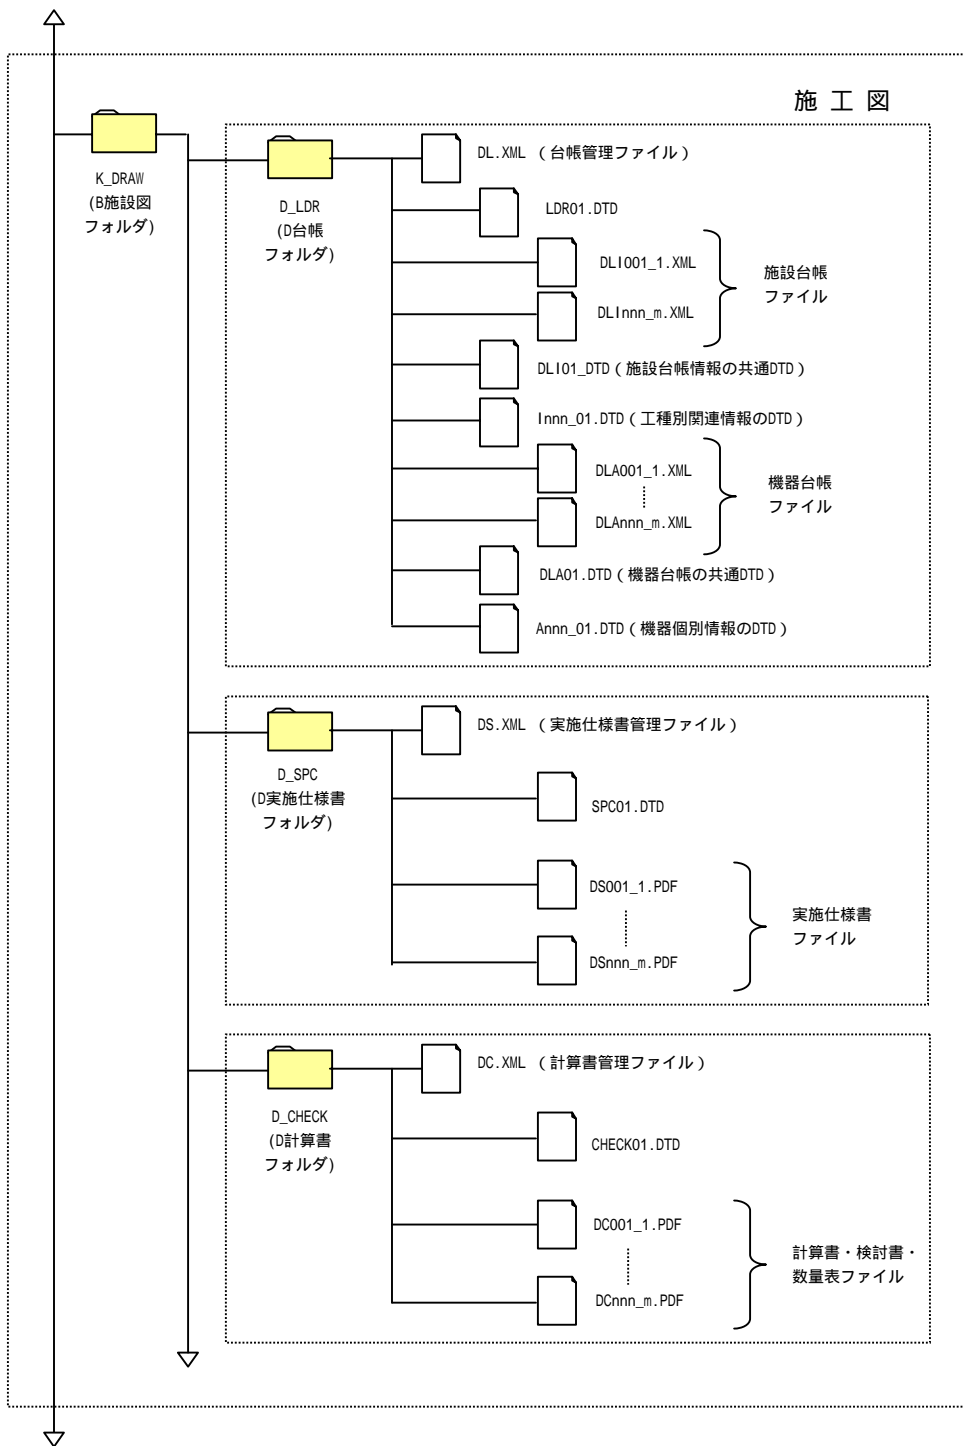

図 3-3-3 機械設備工事におけるフォルダ構成(3/5)
- 図 3-3-3 機械設備設計業務におけるフォルダ構成(3/5)